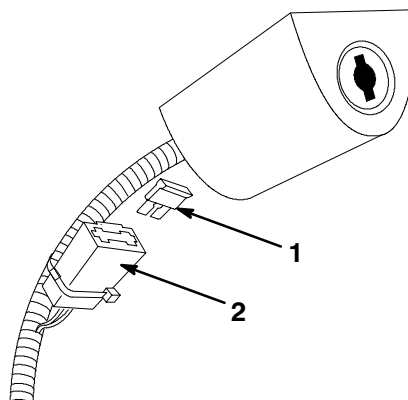

Figura 33
2. Instale un nuevo fusible según se muestra en la Figura 33.